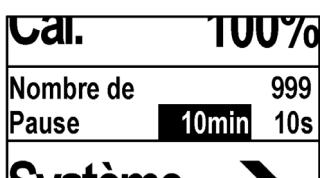

Fig. 46: Menu de réglage
- ➔ L'affichage Fig. 46 apparaît